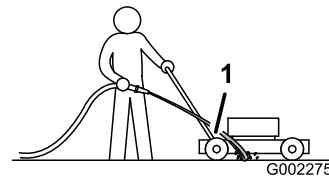

Figura 22
3. Sujete la manguera a la altura del manillar y dirija el agua para que fluya sobre el suelo justo por delante de la rueda trasera derecha (Figura 22).